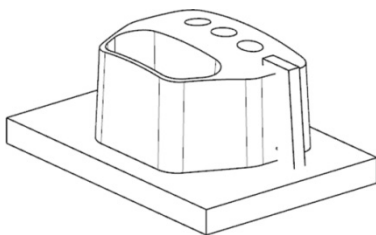

图 14-14 创建拉伸体
(29) 单击“完成”按钮 ，在【拉伸】对话框中对“指定矢量”选取“YC ↑” ，把“开始距离”设为 20.1mm，“结束距离”设为 30.15mm，对“布尔”选择“无” 。
(30) 单击“确定”按钮，创建拉伸体，如图 14-14 所示。